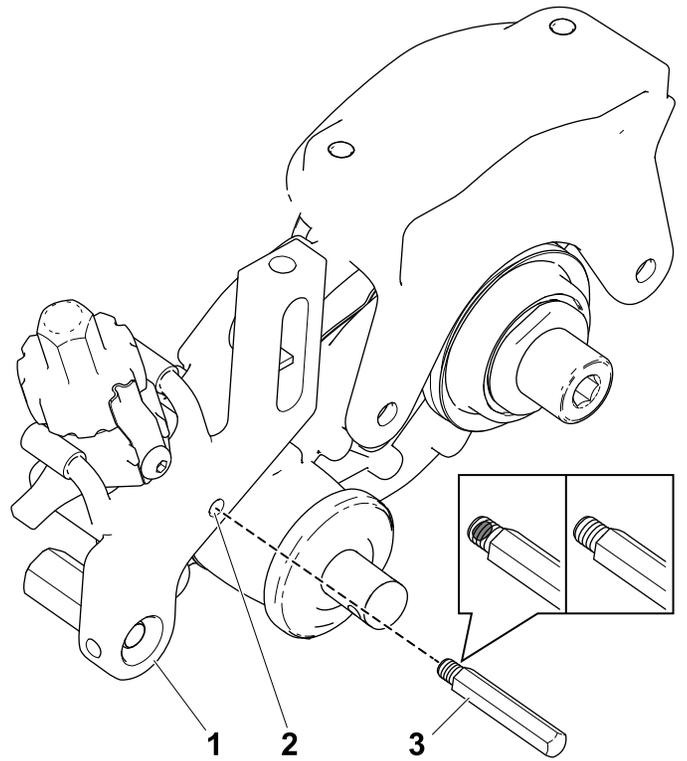

Bild 20
2. Befestigen Sie den Groomerstift am Schnitthöhenarm (Bild 20).